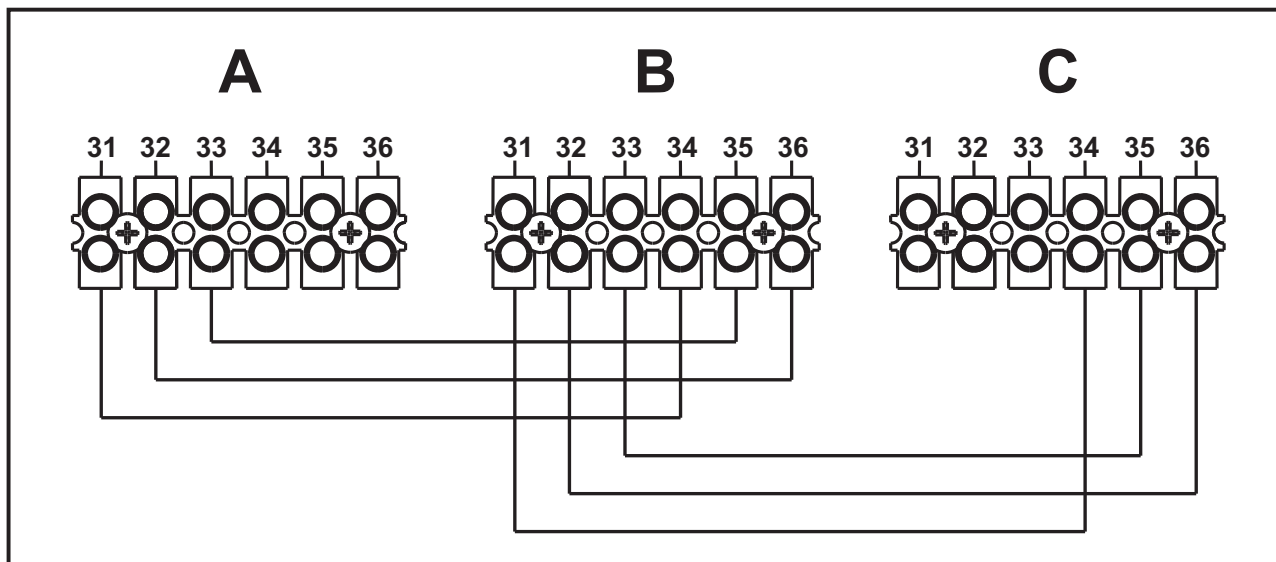

fig. 56 - Conexión en cascada
1. Conecte los módulos como se indica en la fig. 56 (**ejemplo con 3 módulos**).
Si el funcionamiento no es correcto, desconecte la alimentación eléctrica y controle el cableado en la fig. 56.